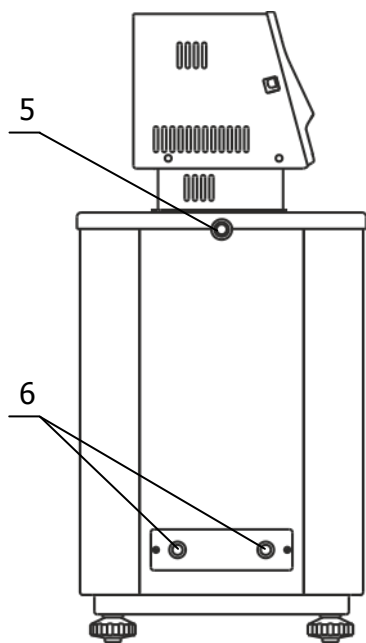

Рисунок 4 — Подключение термостата
2.2.5 К переливному штуцеру 5 (рисунок 4) присоединить гибкий шланг, второй конец которого опустить в емкость для сбора излишков теплоносителя объемом 1.5–2 литра.
2.2.7 Включить блок регулирования в соответствии с документом ТКЛШ 3.222.009-21 РЭ «Блок регулирования температуры погружной циркуляционный МОЗМ серии МАСТЕР». При работе циркуляционного насоса теплоноситель переливается из внутренней ванны во внешнюю и его уровень во внешней ванне понижается. Доливать теплоноситель следует до тех пор, пока он не начнет переливаться через штуцер 5 (рисунок 4).
2.2.8 Для работы термостата при температурах теплоносителя, близких к окружающей температуре, может потребоваться дополнительное охлаждение с помощью встроенного теплообменника. В этом случае необходимо подключить термостат к водопроводной сети или специальному холодильному устройству при помощи шлангов, присоединенных к штуцерам встроенного теплообменника 6 (рисунок 4). Поток охлаждающей жидкости должен быть равномерным и, по возможности, небольшим. Дополнительное охлаждение не требуется, если температура теплоносителя выше температуры окружающей среды более чем на 25 °С.